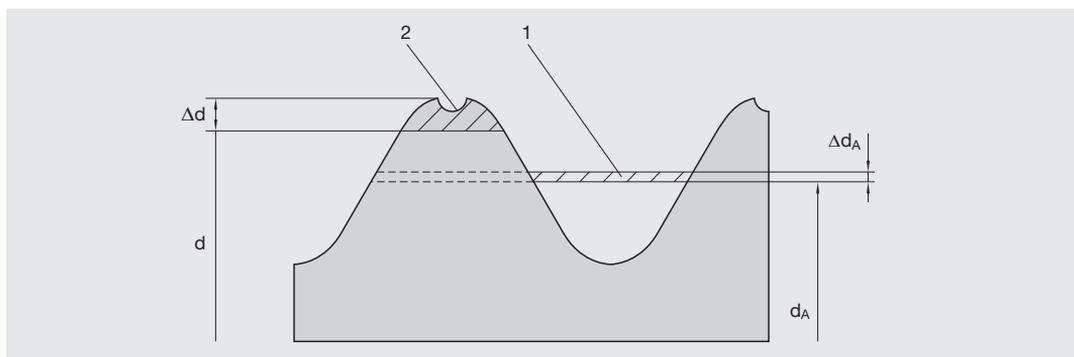

Abb. 17: Änderung des Ausgangsdurchmessers
Beachten Sie beim Anpassen des Ausgangsdurchmessers, dass in Abbildung 17 Flächen 1 und 2 gleich groß sind. Daraus ergibt sich, dass eine Vergrößerung des Ausgangsdurchmessers d_A um Δd_A eine Erhöhung des Außendurchmessers um den 3- bis 5-fachen Wert von Δd_A nach sich zieht.
- d_3 : Kerndurchmesser [mm] (Abbildung 17)